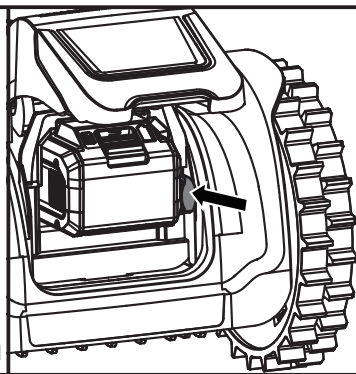

Figure 2
4. Insérez la clé de sécurité dans le trou de serrure situé près du compartiment de batterie (Figure 2).